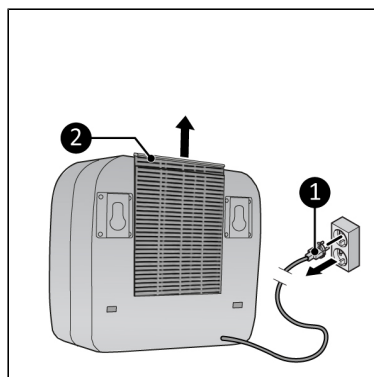

Figure 64.
- la fiche est retirée (Figure 64, pos. 1) de la prise de courant.
2. Poussez la grille vers le haut (Figure 64, pos. 2) et retirez le filtre.